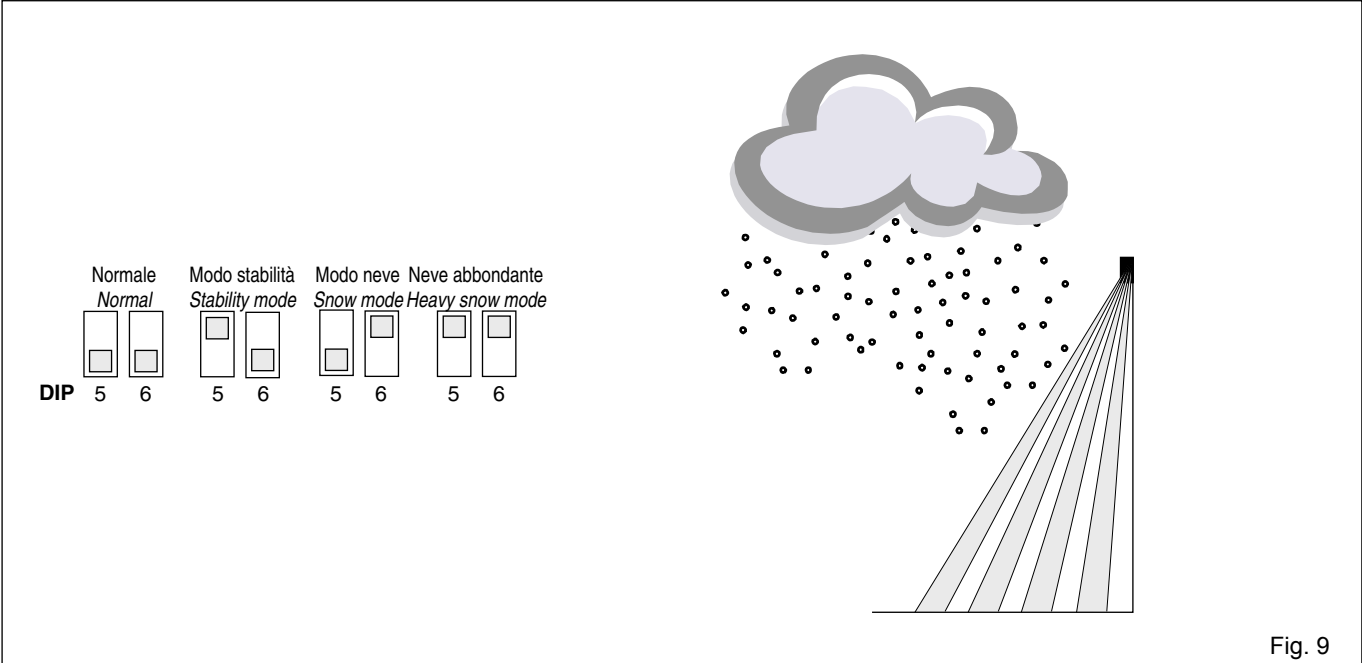

Fig. 9
4.5 (Fig. 9) Regolazione modalità neve:
4.5 (Fig. 9) Adjustment of the snow mode: